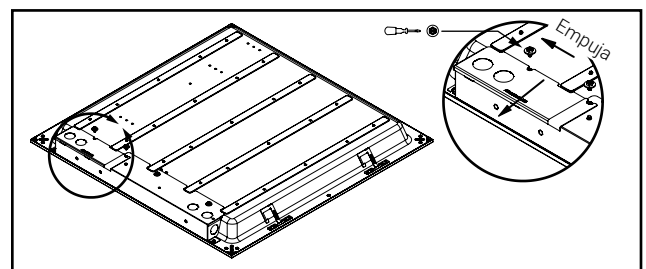

Imagen 1.
1. Ubica la tapa de la caja de conexiones del accesorio y deslízala para quitarla (Imagen 1).